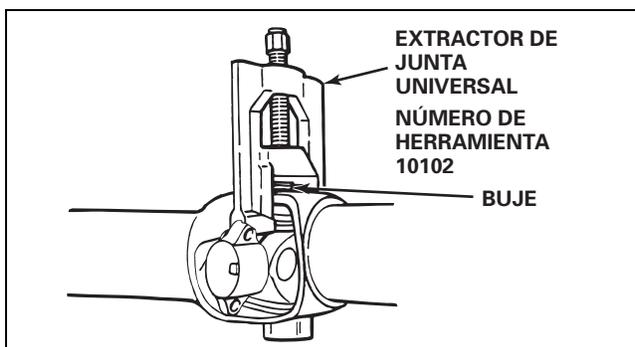

Figura 9
1. Coloque un extractor de junta universal (número de herramienta 10102) como se muestra en la Figura 9.